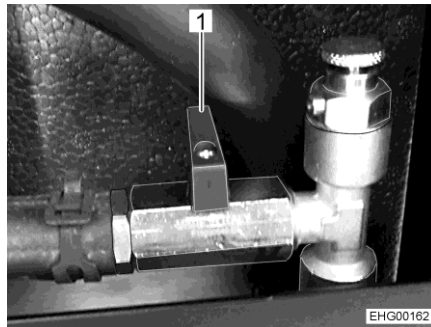

Fig. 181 Robinet à bille (fermé)
- Placer le levier (Fig. 181,1) transversalement à la conduite.